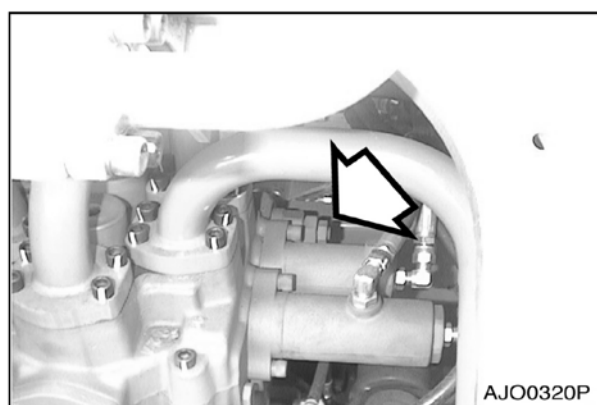

Рис. 94
3. Отрегулировать винт на картридже предохранительного клапана (рис. 94). Ослабьте стопорную гайку и поверните винт по часовой стрелке для увеличения давления сброса. Поверните винт против часовой стрелки для снижения давления сброса.
2. Отрегулируйте картридж предохранительного клапана (рис. 98) на тормозе, управляющим клапане и клапане питания двигателя вентилятора (рис. 94). Давление сброса должно быть установлено равным $28 - 30$ кг/см².